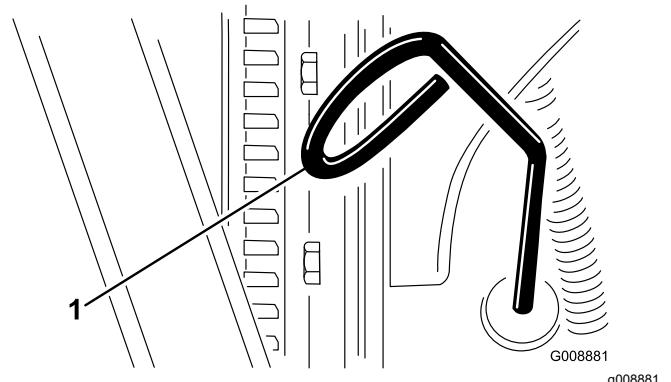

Figure 25
- Retirez la jauge (Figure 25) et essuyez-la sur un chiffon propre.